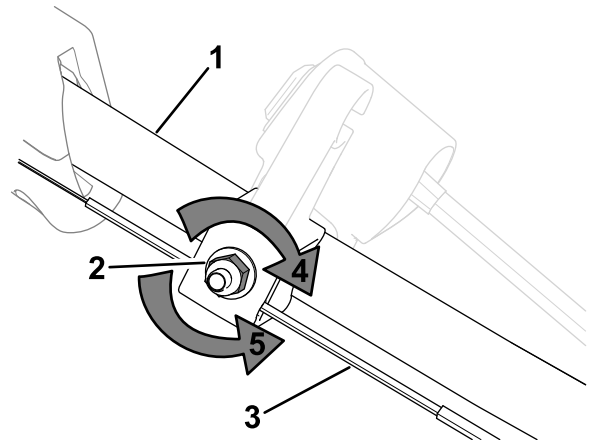

Bild 35
1. Drehen Sie die Einstellmutter nach links, um die Seileinstellung zu lösen (Bild 35).
2. Stellen Sie die Spannung des Seils (Bild 35) ein, indem Sie ihn zurückziehen oder nach vorne drücken und dann in dieser Stellung arretieren.